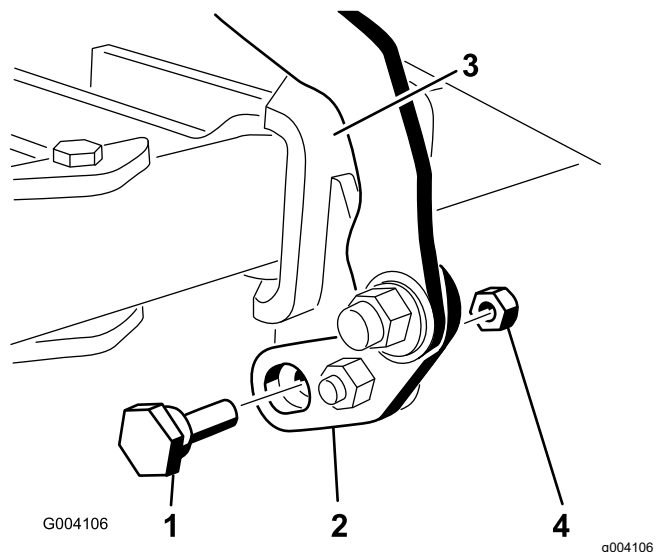
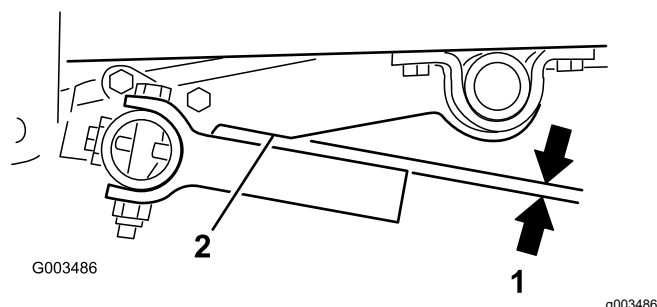

图 17
图 21
- 穿过枢轴凸耳和枢轴支架的底部安装偏心螺栓并使用锁紧螺母 5/16 英寸将其固定如图 17 所示。
2. 向任意一个方向旋转偏心螺栓直到机具架打孔针平行于提升臂中的槽口图 17 和图 21。